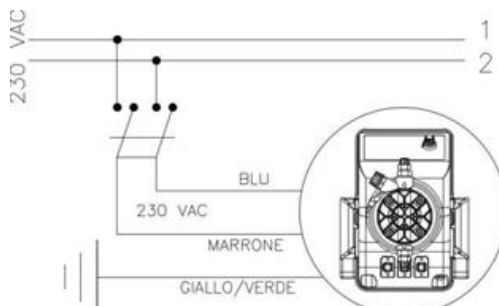

Abb. 4
1. **Zu prüfen, dass diese elektrisch mittels Lösen der Leitungen von den Kontaktstellen zum Netz durch Öffnen des allpoligen Schalters mit einem minimalen Kontaktabstand von 3mm ausgeschaltet wurde (beide Polaritäten) (Abb. 4)**
1. Zu prüfen, dass diese elektrisch mittels Lösen der Leitungen von den Kontaktstellen zum Netz durch Öffnen des allpoligen Schalters mit einem minimalen Kontaktabstand von 3mm ausgeschaltet wurde (beide Polaritäten) (Abb. 4)
b.- Beachten Sie die in den verschiedenen Ländern gültigen Bestimmungen zur elektrischen Installation (Abb. 4).